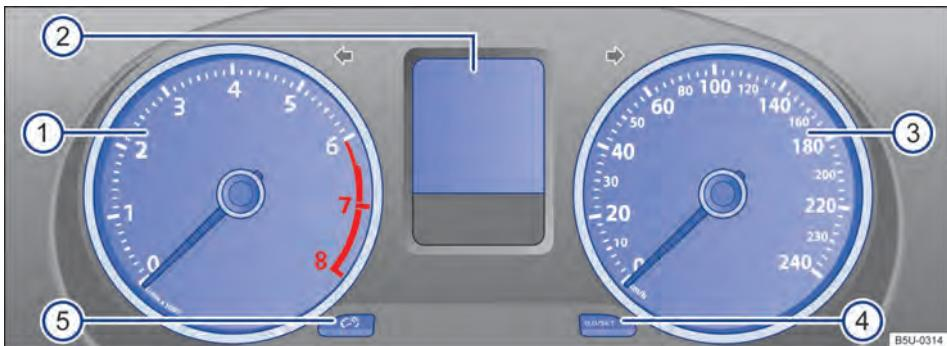
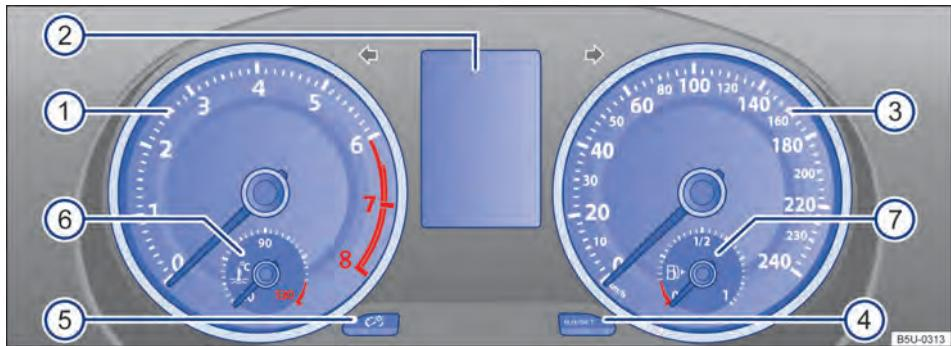

Fig. 10 Instrumento combinado no painel de instrumentos (variante 1).
Fig. 11 Instrumento combinado no painel de instrumentos (variante 2).
Explicações sobre os instrumentos → Fig. 10 e → Fig. 11:
- ① **Tacômetro (conta-giros)** (rotações x 1000 por minuto do motor em funcionamento) → Página 17.
- ② **Indicadores do display** → Página 19.
- ③ **Velocímetro** (medidor de velocidade).
- ④ **Botão para zerar** ou para exibição do hodômetro parcial (trip).
- ⑤ **Botão de ajuste do relógio** **0.0/SET** → Página 22.
- ⑥ **Botão para reinicializar o indicador do intervalo de serviço** → Página 23.
- ⑦ **Botão para regulagem da iluminação do painel de instrumentos** **✉** → Página 75
- ⑧ **Indicador de temperatura do líquido de arrefecimento do motor** **◐** (depende da versão do veículo) → Página 19.
- ⑨ **Indicador do nível de combustível** (depende da versão do veículo) → Página 18.
💡 Dependendo da versão do veículo, o indicador do nível de combustível pode estar localizado no visor do display → Fig. 10 ② ou no velocímetro → Fig. 11 ⑦.
💡 Dependendo da versão do veículo, o indicador de temperatura do líquido de arrefecimento do motor pode estar localizado no visor do display → Fig. 10 ② ou no tacômetro → Fig. 11 ⑥.